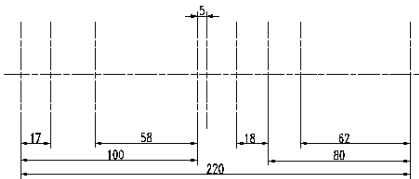

图 9-3 偏移垂直线
- 使用快捷键 O 激活【偏移】命令，根据图 9-3 所示的尺寸，对垂直定位线进行多重偏移。